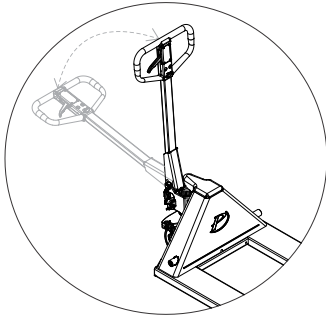

Figura 9 – Bombeamento.
- Se na ação de bombeamento (abaixar e levantar a alavanca, figura 9), os garfos subirem enquanto estiver na posição **NEUTRO**, aperte a porca de ajuste (figura 8), girando no sentido horário até quando o garfo parar de subir, e a posição **NEUTRO** funcionar corretamente.
- a) Si en la acción de bombeo (bajar y levantar la palanca, figura 9), las horquillas suben mientras está en la posición **NEUTRO**, apriete la tuerca de ajuste (figura 8), girando en el sentido de las agujas del reloj hasta que la horquilla deje de subir, y La posición **NEUTRO** funciona correctamente.